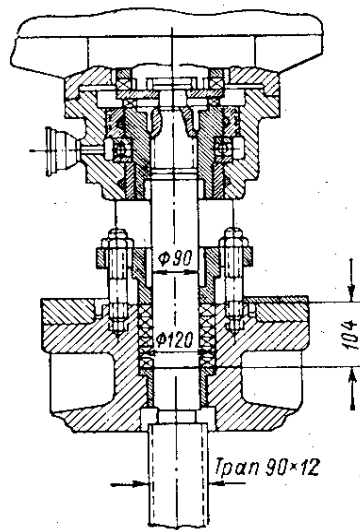

Рис. 15
37. Определить усилие вдоль шпинделя, необходимое для закрывания задвижки $D_y = 800$ мм; $p_y = 2,5$ МПа, конструкция и размеры которой, необходимые для расчета, приведены на рис. 15.
38. Определить момент на маховике, необходимый для закрывания задвижки $D_y = 800$ мм; $p_y = 2,5$ МПа, конструкция и размеры которого, необходимые для расчета, приведены на рис. 15. Усилие вдоль шпинделя $Q_0 = 5370$ кН, материал шпинделя – сталь Ст.5.